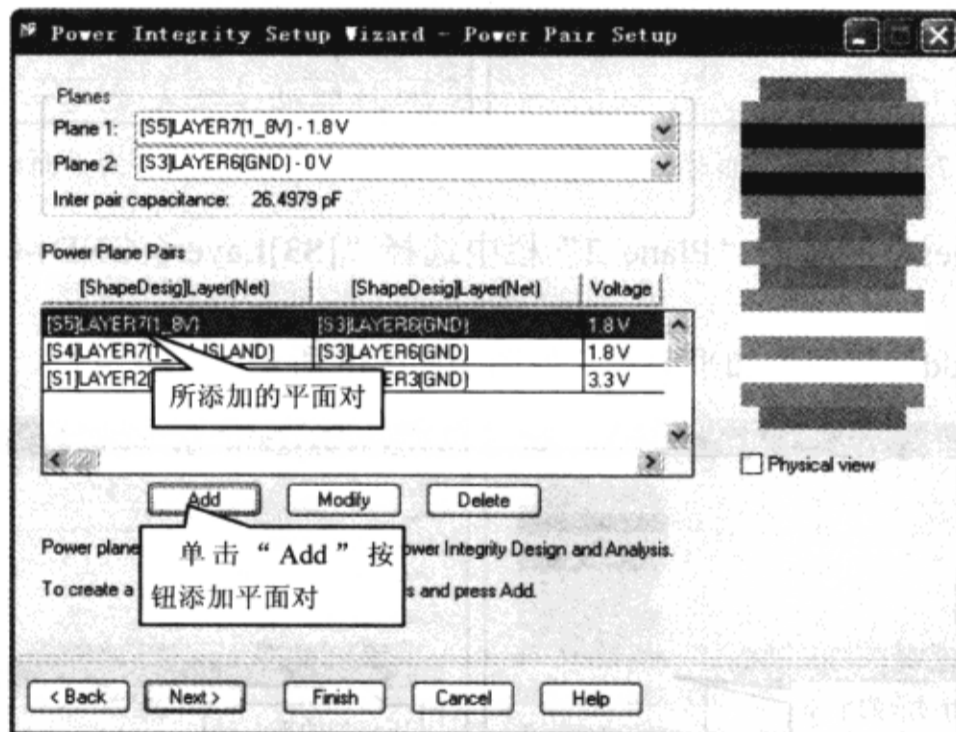

图 10-7-39 添加平面对
(9) 单击“Add”按钮添加平面对，如图 10-7-39 所示。